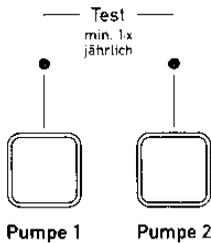

Bild 6
- Inspektion:** • Druckaufbau, Dichtheit, Pumpen- und Strömungsgeräusche sowie Funktion überprüfen, hierzu jeweilige Pumpe über Folientastatur in Betrieb nehmen, siehe Bild 6.